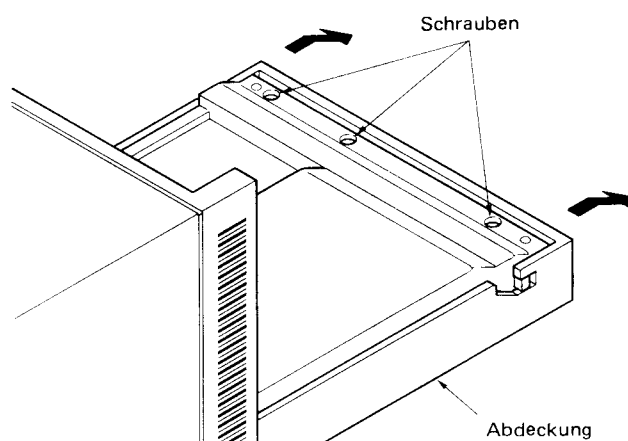

Abb. 11
- 1) Öffnen Sie die Abdeckung, und entfernen Sie die drei Abdeckungshalteschrauben (1-3 x 12), gezeigt in Abb. 11.